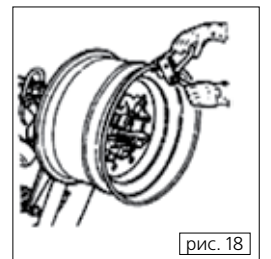

рис. 18
- (1) Если диск снят с зажимного устройства, установите его обратно, как описано в разделе «Фиксация диска».
- (2) Смажьте оба борта шины и диска специальной смазкой.
- (3) Установите тиски на внешнем крае диска в крайней верхней точке (рис. 18). Убедитесь в том, что тиски правильно и надежно зафиксированы.
- (4) Установите шину на платформу и опустите консоль зажимного устройства (удерживайте фиксаторы в крайней верхней точке), чтобы сначала зацепить борт.
- (5) Поднимите обод с зафиксированным бортом шины и поверните его на 15–20 см против часовой стрелки. Шина будет располагаться под углом.
- (6) Переведите инструментальную консоль в нерабочее положение, установите ее ближе к внутренней части шины.
- (7) Убедитесь в том, что монтажный палец установлен правильно. В противном случае, разверните его на 180°.
- (8) Установите монтажный палец у внешнего края диска на расстоянии 5 мм от него.